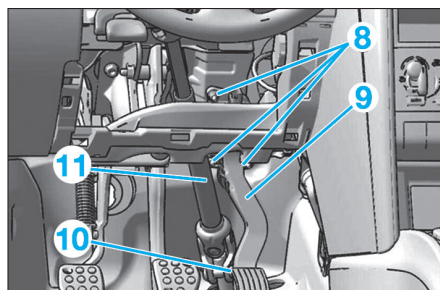

Fig. 13
- Déposer les écrous (8), puis déposer la pédale d'accélérateur (Fig.13).